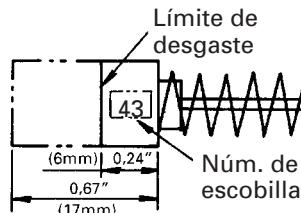

Fig. 8
## 2. Inspección de la escobillas (Fig. 8)
**NOTA:** Utilice las escobillas HITACHI Núm. indicadas en la Fig. 8.